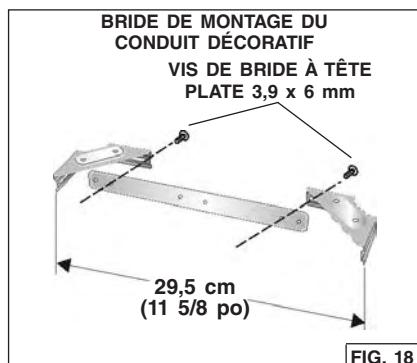

FIG. 18
- 17. Assemblez la bride de montage du conduit décoratif en réglant sa largeur, tel qu'illustré. Fig. 18.